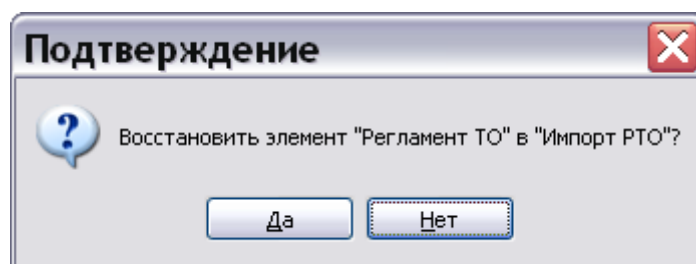

Рис. 4.14
7. Нажмите на кнопку **Восстановить в...**. После этого появится запрос на подтверждение восстановления (Рис. 4.14).